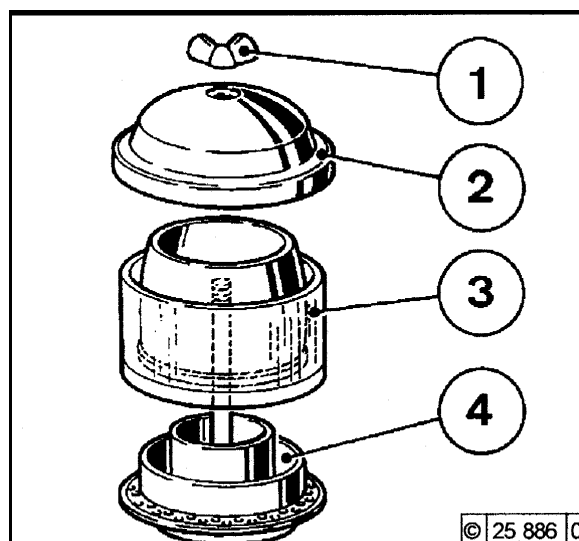

Fig. 143
1. Løsn vingemøtrikken (Fig. 143/1) og tag husets dæksel (Fig. 143/2) af.
2. Tag støvbeholderen (Fig. 143/3) af cyklon-underdelen (Fig. 143/4) og tøm den. Rengør cyklon-underdelen for løv, strå og lignende.